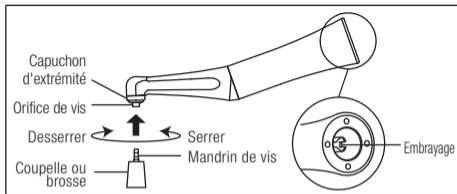

Fig. 4
- 3 Vérifiez si la partie vis de la coupelle ou de la brosse est insérée jusqu'au bout. (Fig. 4)
Retirez la pièce à main du moteur, tenez la coupelle ou la brosse fermement alors que le mandrin de la pièce à main est fixé et tournez-la dans le sens du desserrement comme illustré dans Fig. 4.